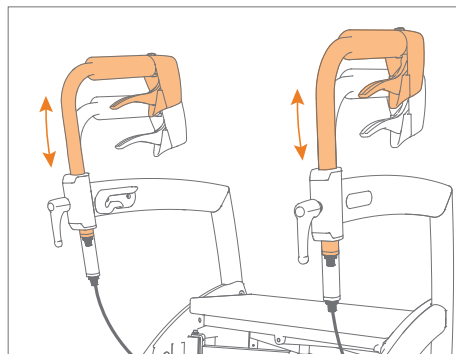

Abbildung 24: Stellen Sie die richtige Höhe ein.
- Schieben Sie die Handgriffe auf die richtige Höhe (Abbildung 24).